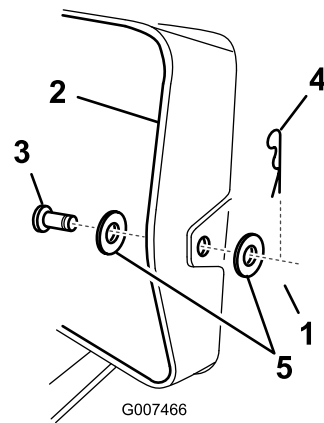

Bild 17
7. Heben Sie das Heckfangsystem an, entfernen Sie den Splint, die zwei Scheiben und den Lastösenbolzen, mit denen das Auswurfrohr an der hinteren Platte befestigt ist (Bild 17).
7. Heben Sie das Heckfangsystem an und entfernen Sie den Splint und den Lastösenbolzen, mit denen das Auswurfrohr an der hinteren Platte befestigt ist (Bild 17).
Auswurfrohr an der hinteren Platte zu befestigen (Bild 17).